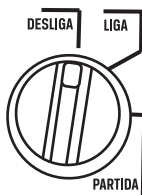

figura 1
2. Para os geradores de partida elétrica: Gire a chave de partida para a posição "DESLIGA" (Figura 1).